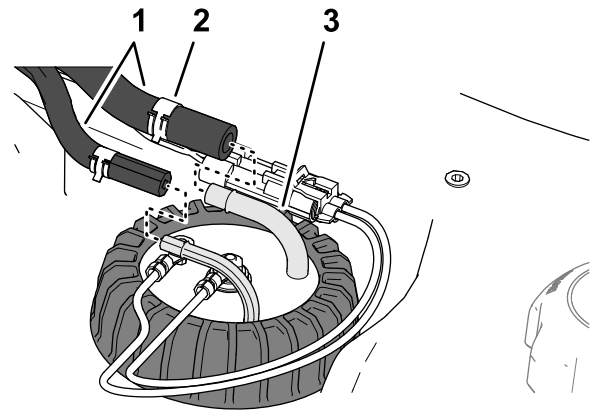

図 124
5. 燃料センダのフィッティングにホースを取り付けてホースをクランプでフィッティングに固定する 図 124。